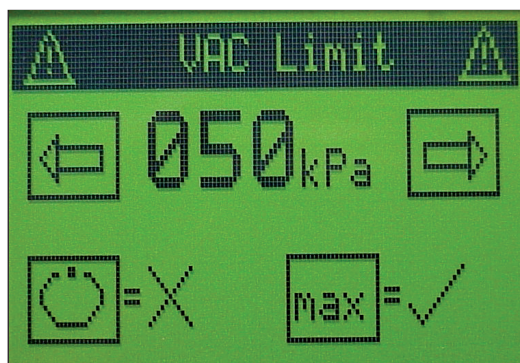

Fig. 29. Vac Limit menu
- Le menu Vac Limit est affiché après une pression sur le bouton MAX (Fig. 29).